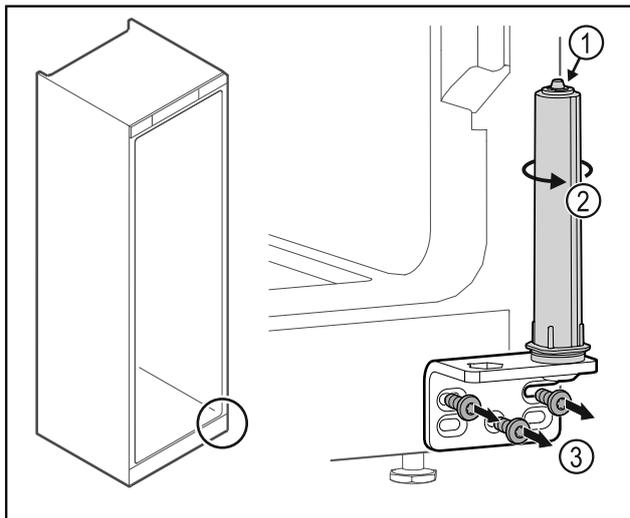

Fig. 38
- ▶ Ne pas désassembler le système de fermeture de la porte Fig. 38 (1).
- ▶ Tourner le système de fermeture Fig. 38 (2) jusqu'à entendre un clic.
- ▶ Dévisser l'équerre de la charnière Fig. 38 (3).